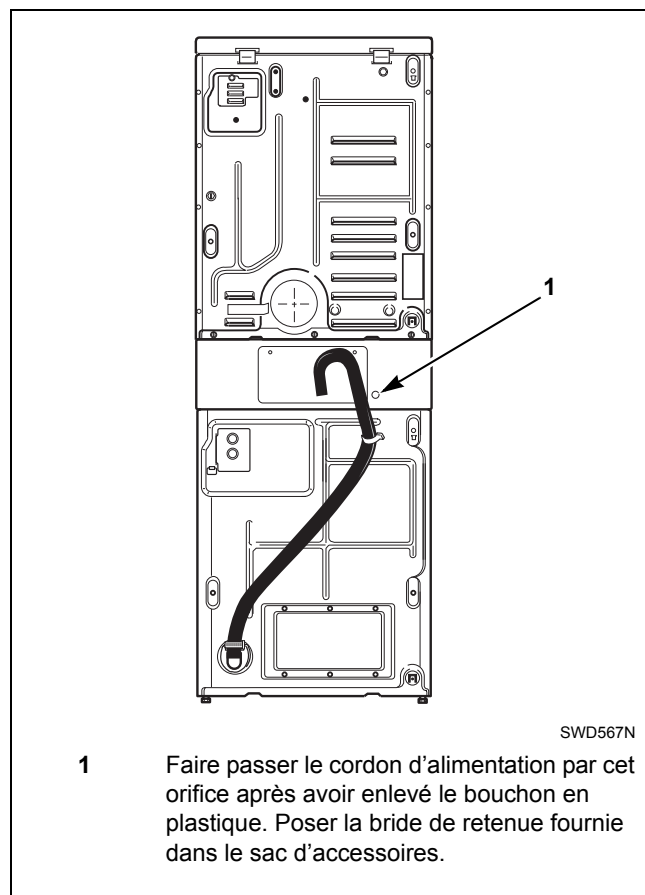

Figure 20
3. Poser la bride de retenue fournie avec la machine dans l'orifice. Se reporter à la *Figure 20*.
4. Faire passer le cordon d'alimentation par l'orifice. Se reporter à la *Figure 20*.